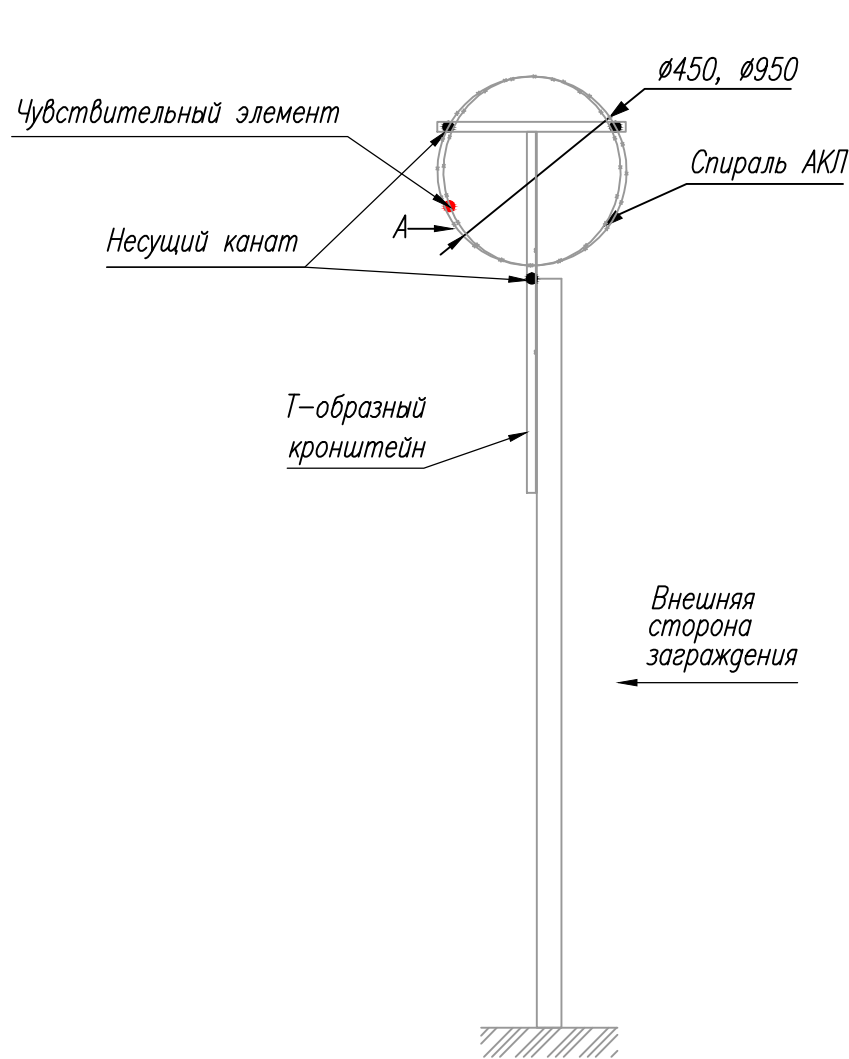

Рис. 2. Заграждение с T-образным кронштейном.
3. Узлы напряжения чувствительного элемента создавать оцинкованными скобами Ø8 мм, крепя их на саморезах к каждому элементу заграждения, см. л. 39, рис. 2.
3. Узлы напряжения чувствительного элемента создавать оцинкованными скобами $\varnothing 8$, крепя их на саморезах к каждому элементу заграждения, см. л. 39, рис. 2.